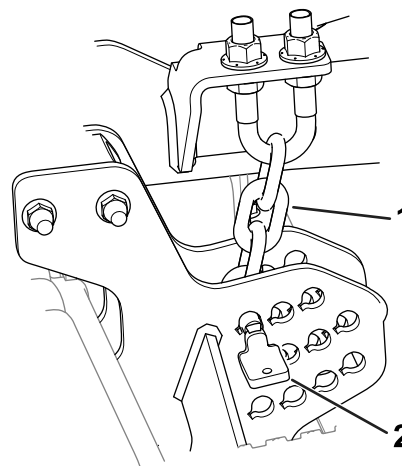

Figura 10
1. Îndepărtați tifturile care fixează lanurile pentru înălțimea de tăiere în partea din spate a unității de tăiere (Figura 10).
fie poziionat drept în jos (Figura 10); nu trebuie să fie răsucit.